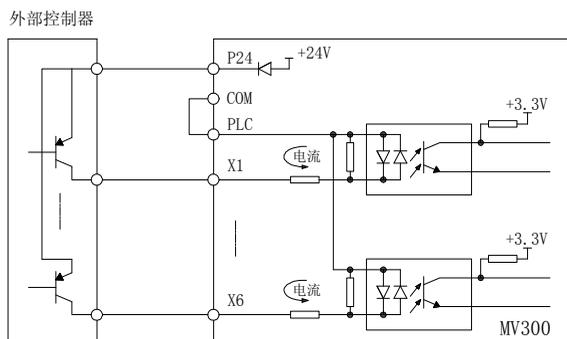

图3-14 使用变频器内部+24V 电源的漏极连接方式
2) 使用变频器内部+24V 电源，外部控制器为 PNP 型的共发射极输出（注意：必须先去除用户端子上 PLC 与 P24 之间的短路片，后将该短路片紧固短接在 PLC 与 COM 之间），连接方式如图 3-14 所示。